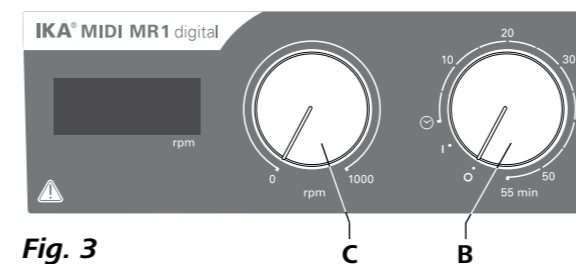

Fig. 3
- ☞ For at tænde for apparatet drej drejeknappen „**Til/fra**“ og „**Timer**“ (**B**, se **Fig. 3**) med uret til position „**1**“.
- ☞ Indstil motorens omdrejningstal med reguleringsknappen „**Omdrejningstal**“ (**C**, se **Fig. 3**). Motorens omdrejningstal kan sættes til 0 til 1000 rpm for **MIDI MR 1 digital** hhv. 0 til 600 rpm for **MAXI MR1 digital**.